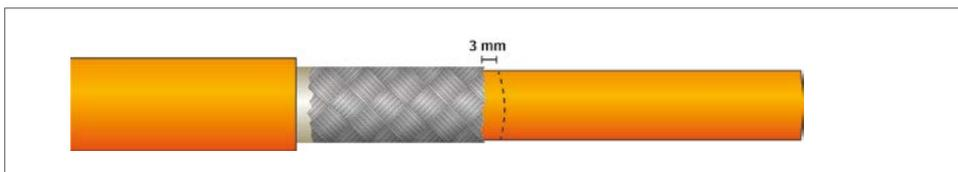

Abb. 7-7: Schritt 4: Markierung auf Innenmantel anbringen
- ☞ Ein 10 mm langes Stück Schrumpfschlauch auf das HV-Stromkabel bis zur Markierung aufziehen (Abb. 7-7).